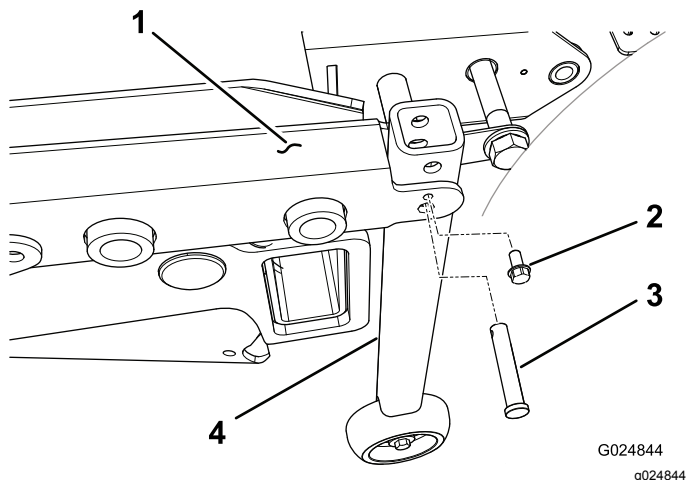

Рисунок 47
2. На машинах с серийными номерами до 312999999 установите опорный узел вертикальной трубы на каждый задний угол рамы деки с помощью шплинтуемого штифта и самонарезающего винта ( $\frac{1}{4}$  дюйма) (Рисунок 47).